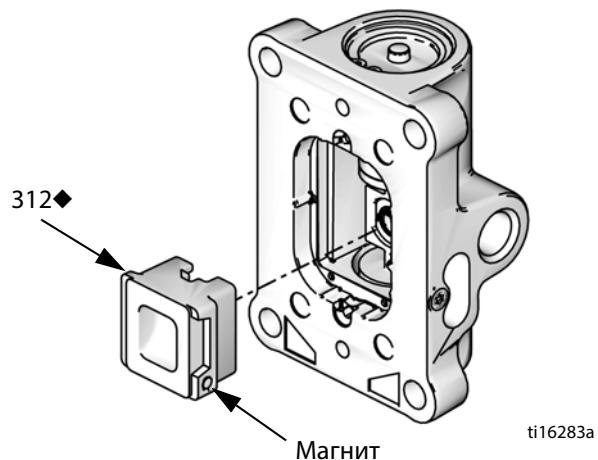

Рис. 11. Установка крышки воздушного клапана
7. Установите пружину (311◆). Нанесите смазку на наконечник воздушного клапана (312◆) и установите его на место. См. Рис. 11. Расположите маленький круглый магнит на одной линии с впускным отверстием для воздуха.